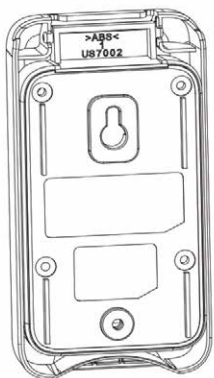

fig 1
- Étape 1: faites deux trous de vis sur le mur et installez la vis supérieure. **(Fig. 1)**